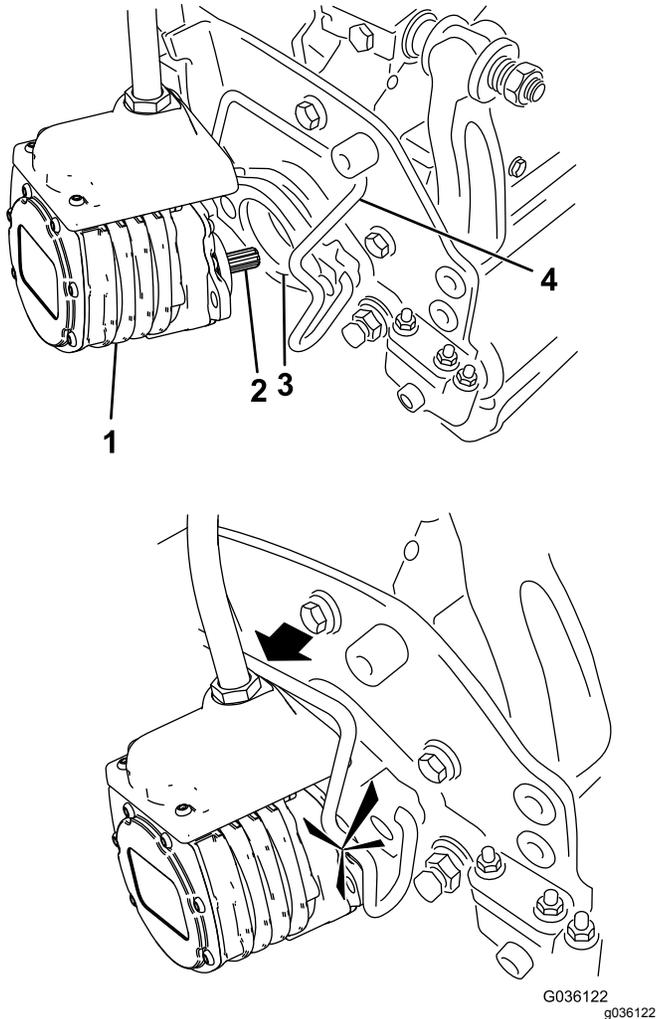

図 51
- カッティングユニット用モータのスプラインシャフトにきれいなグリスを塗りつける 図 51。
- モータを、カッティングユニットの左側運転席から見てに取り付け、カッティングユニットについているモータ固定バーを、モータの上から被せるようにセットし、モータの左右から「カチッ」というロック音が聞こえるまで押し下げる 図 51。